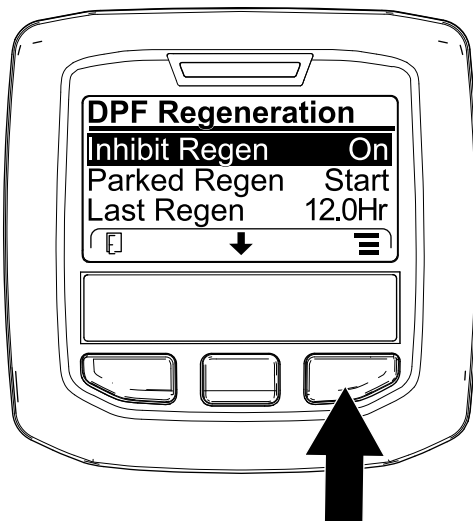

Figure 65
1. Ouvrez le menu Régénération du FAP, appuyez sur le bouton central pour naviguer jusqu'à l'option INHIBIT REGEN et appuyez sur le bouton droit pour la sélectionner (Figure 65).